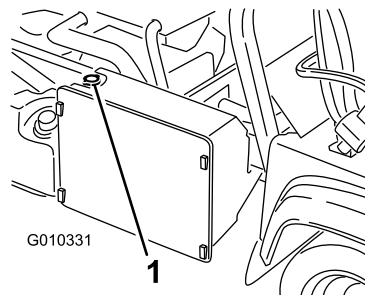

图 54
3. 拆下散热器盖图 54。
4. 卸下备用储液箱盖图 54。
7. 完成向散热器加注然后安装盖子图 54。